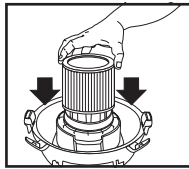

FIGURA 12
18. Con la tapa del depósito en posición invertida, deslice el filtro de cartucho hacia abajo sobre el alojamiento de la tapa, empujando hasta que el filtro se selle contra la tapa. **FIGURA 12.**